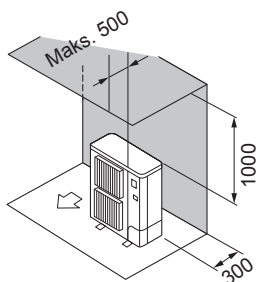

Fig. 2-4
- ② Hindringer kun bak og over (Fig. 2-4)